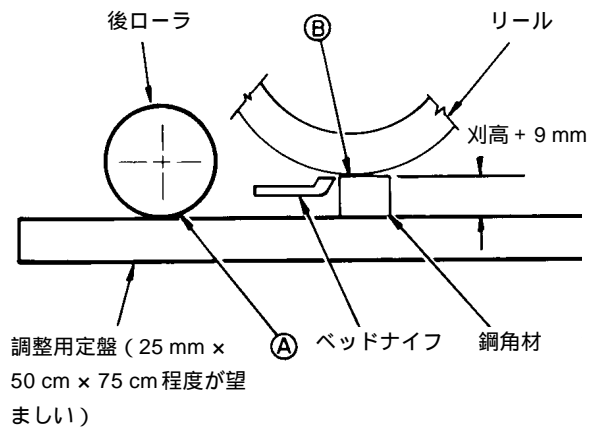

図 16
2. リールの下に、厚さが所望刈り高より9.5 mm程度厚く、長さが70 cm程度の角材を差し入れ（図17）、ベッドナイフの切刃に沿って当てがう（図16）。この時、リールと角材が全幅にわたって接触するようにする。
5. リールの下に、所望刈り高程度の厚さで長さが 70 cm 程度の角材を差し入れ（図16）、ベッドナイフの切刃の全長にわたってリールに当てがう。